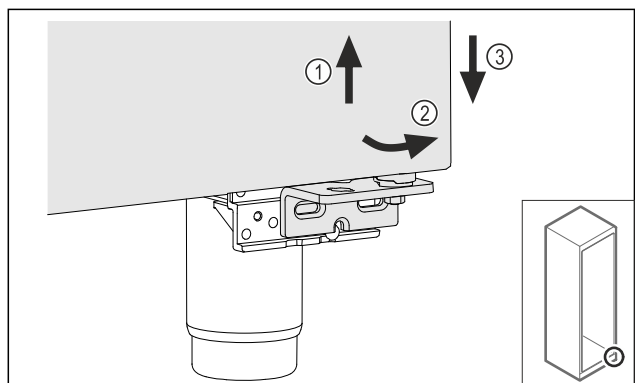

Fig. 27
- ▶ Deur iets optillen Fig. 27 (1), onderzijde naar voren kantelen Fig. 27 (2) en laten zakken Fig. 27 (3).